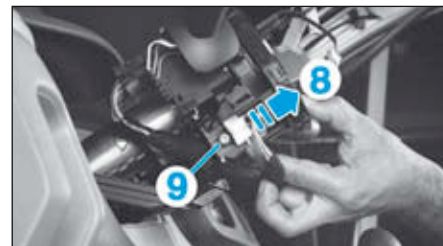

FIG.14
- les connecteurs de l'unité centrale habitacle (5),
- les connecteurs de la platine de contacteur (6).
- Déclipper la prise diagnostic (7).
- Pousser le verrou (8) puis desserrer la vis (9) jusqu'au blocage du verrou (Fig.14).